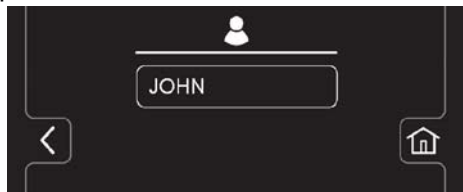

РИС. 146
7. Новый профиль будет сохранен в списке профилей операторов, как показано на рисунке (Рисунок 146). Можно добавить несколько профилей операторов и администраторов. Нажмите на стрелку "назад", если требуется вернуться на предыдущий экран и добавить следующий профиль пользователя или разрешить вход.